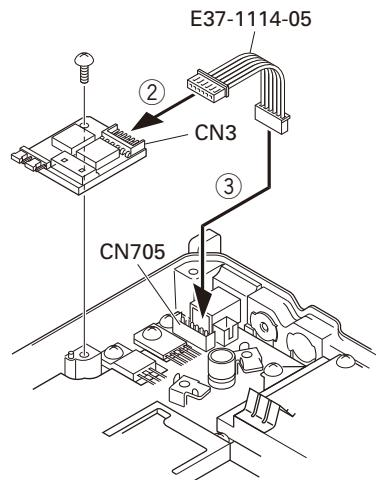

Fig. 2-2 / 图 2-2
3. Remove the 6-pin jumper connector inserted in the TX-RX unit (A/2) connector (CN705). (①)
4. Insert one side of the lead wire with connector (E37-1114-05) into the relay unit connector (CN3) (②) and the other side into the TX-RX unit (A/2) connector (CN705) (③).
5. Place the relay unit at the position shown in Figure 2-2 and secure it to the chassis with a screw.
3. 取出插入 TX-RX 单元 (A/2) 连接器 (CN705) 的 6 针跳线连接器。(①)
4. 将带有连接器的导线 (E37-1114-05) 一端插入中继单元连接器 (CN3) (②)，另一端插入 TX-RX 单元 (A/2) 连接器 (CN705) (③)。
5. 将中继单元放置在如图 2-2 所示的位置，然后用螺丝将其固定到底座。